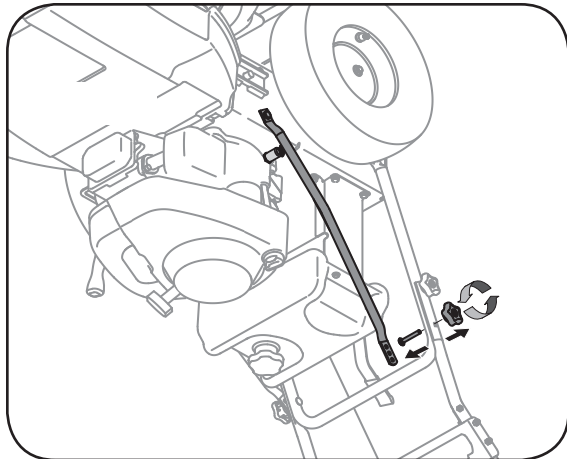

Figure 5-8
1. Enlevez le bouton étoilé supérieur et la vis ordinaire des deux côtés du guidon supérieur. Voir la Figure 5-8.